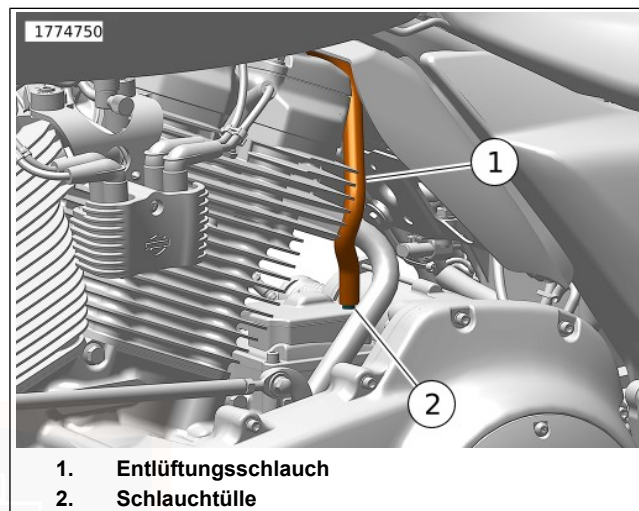

Abbildung 105. Entlüftungsschlauch
1. Siehe Abbildung 105. Den Entlüftungsschlauch (1) gerade nach oben von der Schlauchtülle (2) an der Oberseite des Getriebes abziehen.